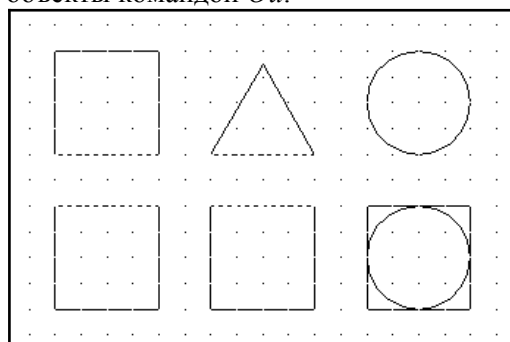

Рис. 4
6. Вызовите команду *Стереть*. Сначала выделите все объекты с помощью опции Все (В). Затем исключите из группы выделенных объектов четыре отрезка, представленных на рис. 4 штриховыми линиями. Для этого при выполнении щелчков на данных отрезках удерживайте клавишу <Shift>. Завершите команду *Стереть*, после чего будут удалены все объекты, кроме этих четырёх отрезков. Восстановите объекты командой *Ой*.